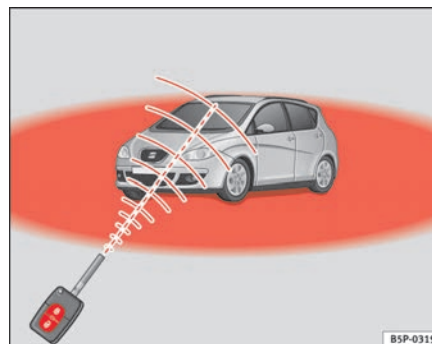

Abb. 65 Wirkungs-
- Die Funkfernbedienung funktioniert nur, wenn Sie sich im Wirkungsbereich befinden ⇒ Seite 101, Abb. 65 (rote Fläche).